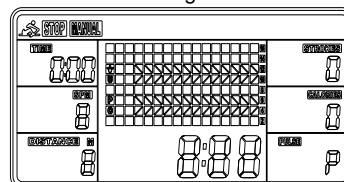

Fig. 4
(1) **MANUAL (MANUEL) (Fig. 4):** Il existe 2 options en mode MANUEL.